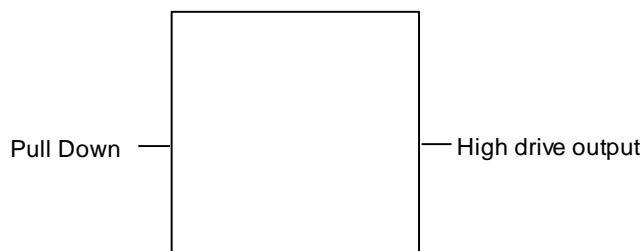

図 7-6 プルアップ、プルダウン配置例 2
- ② 出力信号端子（特に大電流出力端子）から離して配置して下さい。（図 7-6）